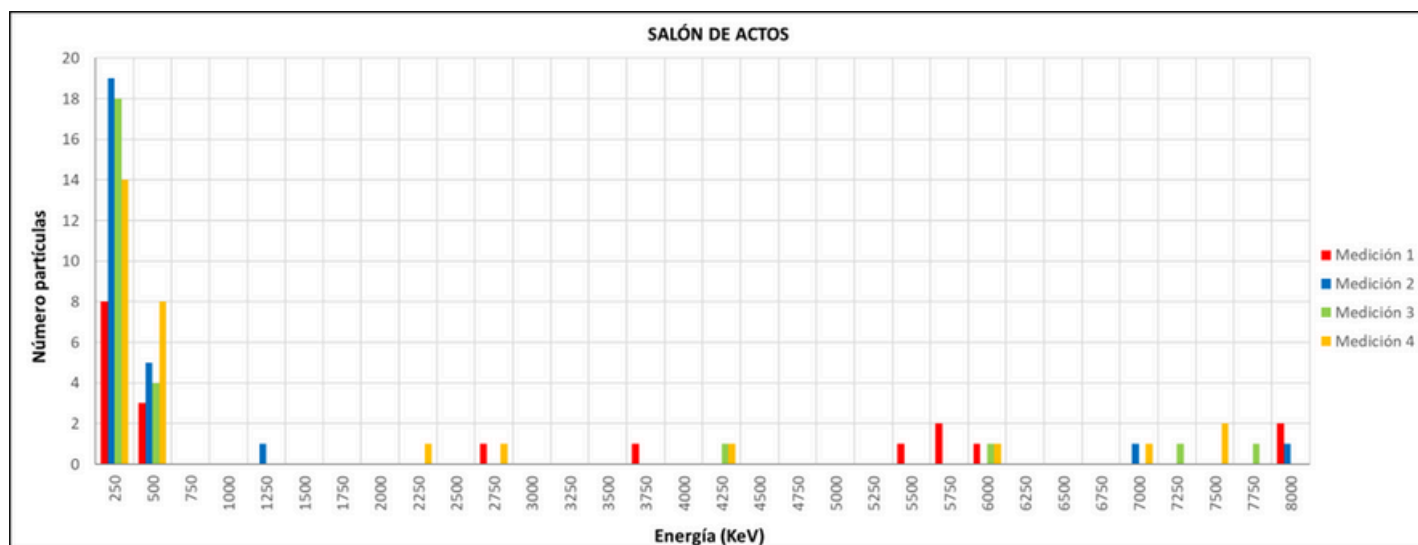

Figura 7. Gráfica del número de partículas alfa detectadas con cada valor de energía en el salón de actos
2. **Salón de actos (Figura 7).** El pico de partículas se encuentra también alrededor de los 8000 keV con un valor cerca a las 19 partículas. El nivel de radón es intermedio y podría ser a causa de la amplia arquitectura del espacio que permite dispersar el gas. Sin embargo, la baja ventilación provoca su acumulación.